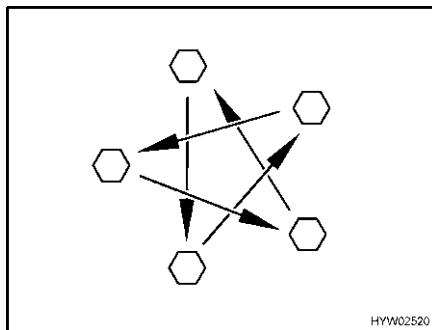

Fig. 160 Serrare a croce i dadi o i bulloni delle ruote
- Controllare regolarmente il serraggio dei dadi o dei bulloni. Regolare a croce (Fig. 160) il serraggio dei dadi o dei bulloni di una ruota sostituita dopo circa 50 km.
- ▷ Serrare a croce i dadi o i bulloni delle ruote (Fig. 160). Coppia di serraggio vedi paragrafo 13.5.2.